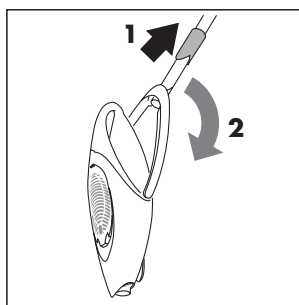

Fig. 9
- desbloquear a forqueta **D**, deslizando o dispositivo de rotação da forqueta para cima conforme indicado pela seta presente no próprio dispositivo (fig. 9);